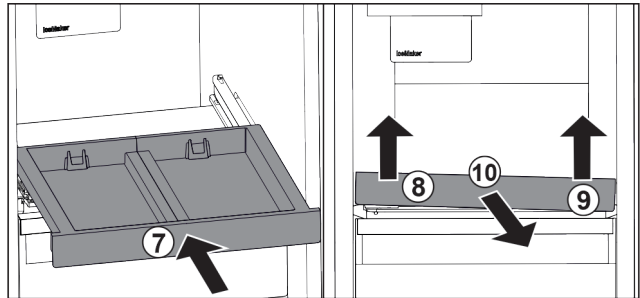

Fig. 125
- ▶ Вставьте выдвижную панель Fig. 125 (7)
- ▶ Приподнимите выдвижную панель спереди слева. Fig. 125 (8)
- ▶ Приподнимите выдвижную панель спереди справа. Fig. 125 (9)
- ▶ Извлеките выдвижную панель движением вперед. Fig. 125 (10)